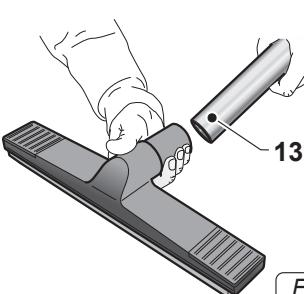

Fig. 9
- Unire alla prolunga rigida (13 Fig. 9) l'accessorio voluto (bocchetta aspira liquidi o lancia piatta).